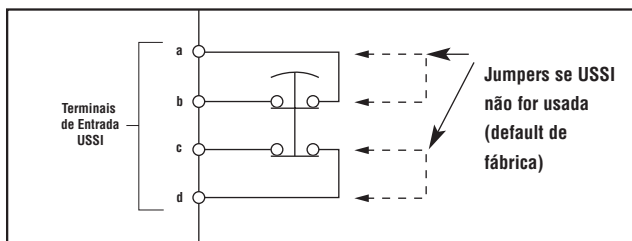

Figura 3-8. Ligação de USSI (ex., chave de parada de emergência)
Controles PICO-GUARD podem ser conectados conjuntamente em aplicações onde mais de quatro canais ópticos são necessários. Conecte as saídas de USSI 1 e 2 de um controle PICO-GUARD à entrada apropriada USSI de outro controle PICO-GUARD como é mostrado na Figura 3-8. 0Vcc deve ser comum entre o dispositivo USSI e o controle PICO-GUARD).
- Para configurar o sistema para Não-Monitoração, ajuste as chaves de configuração DIP para 2, conforme a seção 4.1, e conecte um jumper (fornecido) entre EDM 1 b (terminal 13) e EDM 2 b (terminal 15). Veja o controle PICO-GUARD conectado ao USS1 1 na Figura 3-8.